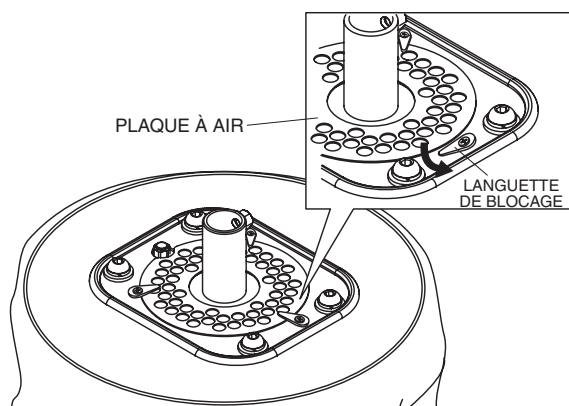

Figure 35. Accéder au filtre
2. Tourner l'assemblage ballon/lampe à l'envers pour accéder au filtre. Voir Figure 35.
3. Tourner les languettes de verrouillage vers l'extérieur pour déverrouiller la plaque à air. Voir Figure 35.